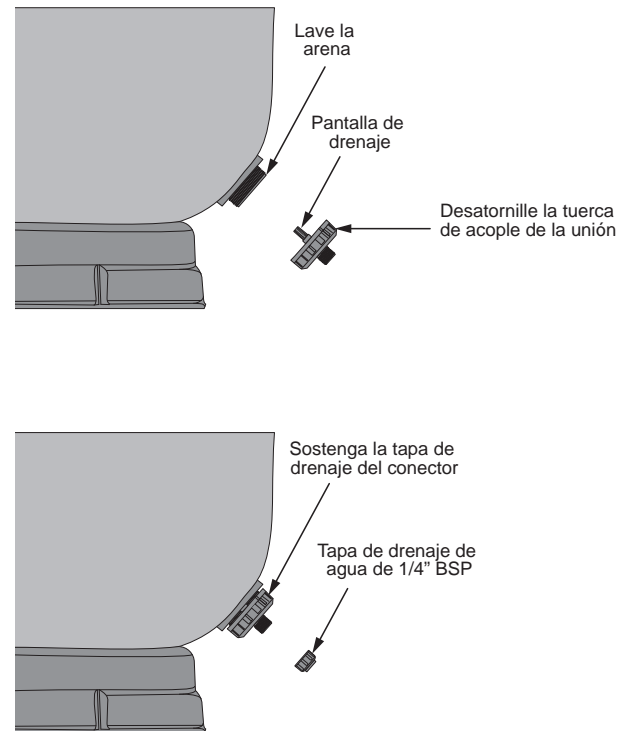

Figura 11. Válvula de drenaje
Cualquier tubería adicional instalada en el drenaje de agua debe ser extraíble para facilitar la extracción de los demás componentes de drenaje. Deje espacio suficiente para la extracción de la arena del filtro. Consulte la Figura 11.
- El drenaje del tanque más grande es un acople de unión universal. La extracción de la arena es más fácil sin restricciones adicionales en este acople. Sin embargo, si se desea que una pieza corta de tubería dirija la arena que se enjuaga en dirección contraria de la base del filtro, es posible usar un apéndice universal y una tuerca de unión. Consulte la **Figura 11**.